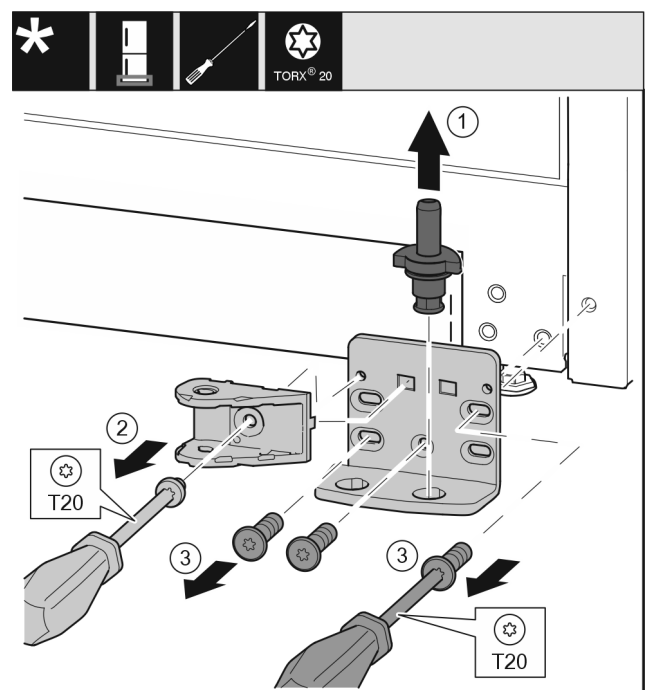

Fig. 30
- ▶ 将轴承螺栓 Fig. 30 (1) 完全向上拉出。
- ▶ 将螺钉 Fig. 30 (2) 用螺丝刀旋开并取下关门阻尼器连接装置。
- ▶ 将螺钉 Fig. 30 (3) 用螺丝刀旋开并取下托架。